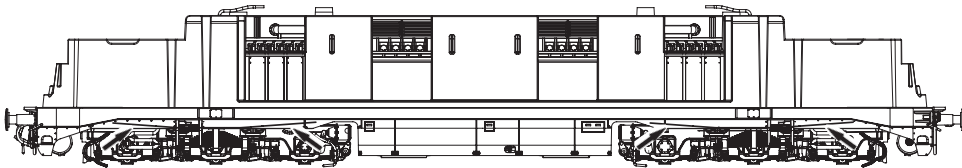
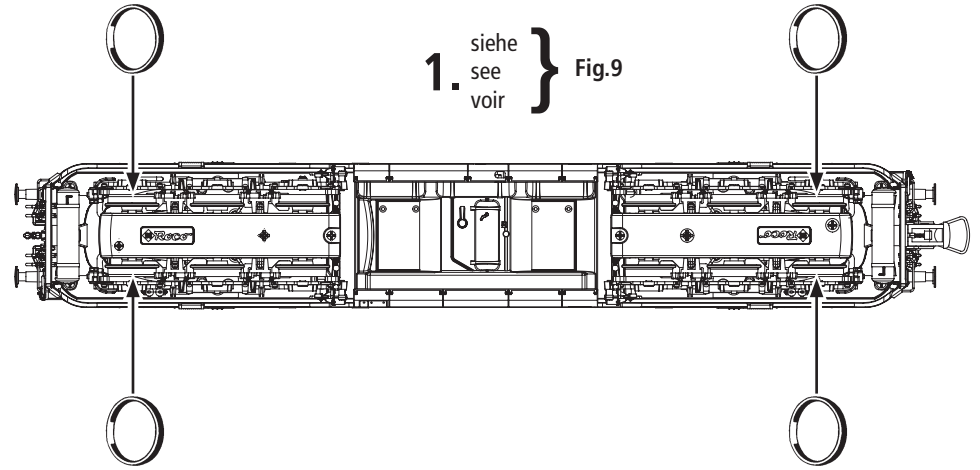

Fig. 8
Fig. 9
3. Haftreifenwechsel: Zuerst den Getriebedeckel abnehmen (Fig. 9). Danach den **Radsatz** herausnehmen und die **Haftreifen** mit einer Nadel od. mit einem feinen Schraubendreher abziehen (Fig. 8). Beim Aufziehen der neuen Haftreifen darauf achten, dass diese sich nicht verdrehen.
3. Change of traction tyre: Remove the gear cover (fig. 9). Take out **wheel set** and remove **traction tyre** using a pin or a fine screwdriver (fig. 8). When pressing on the new traction tyre please **avoid twisting it**.
3. Échange des bandages d'adhérence: Démontez d'abord **le couvercle du carter des engrenages** des en-grenages (fig. 9). Délogez ensuite les essieux bandagés et enlevez, à l'aide d'une aiguille ou d'un tourne-vis fin, les bandages d'adhérence (fig. 8). Lors du montage des nouveaux bandages veuillez veiller à ce que les bandages **ne soient pas tor-dués**.